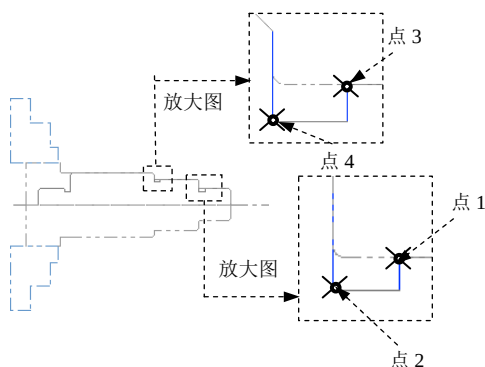

图 18.8 定义加工轮廓
Step2. 定义加工轮廓。在“径向车削的切槽选项”对话框中选中 **2点** 单选项, 然后单击 按钮。在图形区中依次选取图 18.8 所示的点 1、点 2、点 3 与点 4, 然后按 Enter